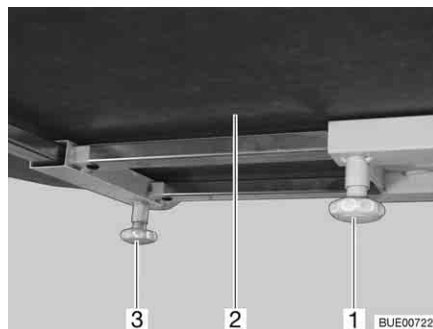

Fig. 102 Spostamento del piano del tavolo (alternativa)
- Svitare la vite a testa cilindrica zigrinata (Fig. 102,1).
- Spingere il piano del tavolo (Fig. 102,2) nella posizione desiderata.
- Svitare la vite a testa cilindrica zigrinata (Fig. 102,3).